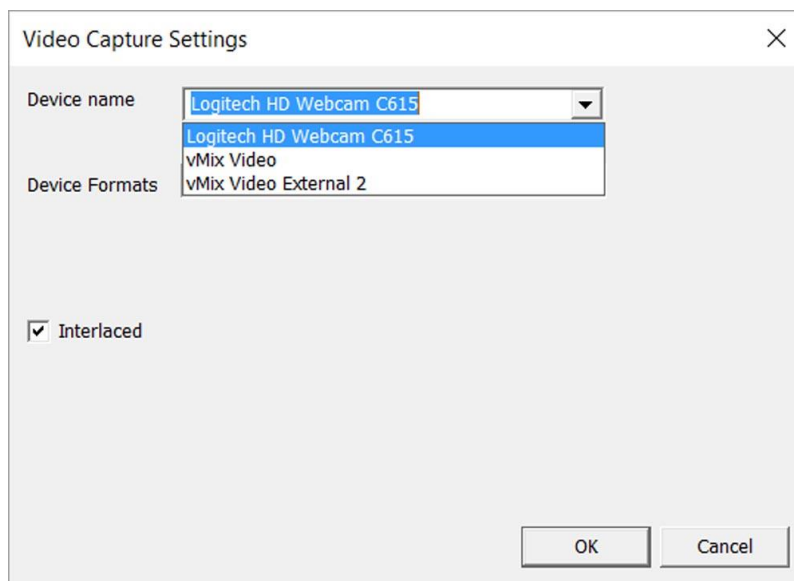

Figure 10 - L'écran Capture vidéo permet de sélectionner votre caméra s'il elle est branchée.
- L'écran VIDEO CAPTURE Settings (Paramètres VIDEO CAPTURE), tel qu'illustré à la Figure 10, doit apparaître.